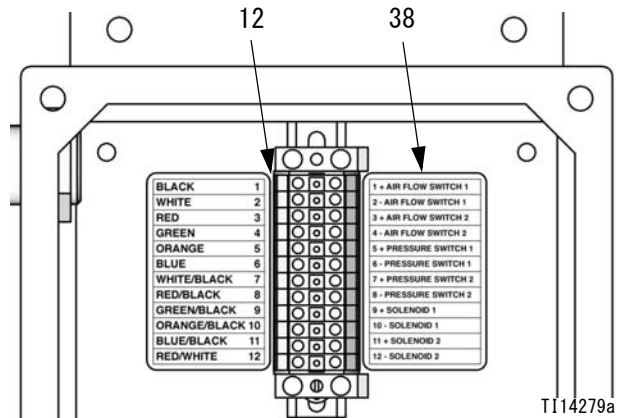

図5. 圧カスイッチを端子ストリップに接続して下さい
2. ラベル（38）に示されるように、PS # 1からのワイヤを端子ストリップ（12）ピン 5（+） & 6（-）の右側に接続して下さい。図5および表1を参照してください。
3. ラベル（38）に示されるように、PS # 2からのワイヤを端子ストリップ（12）ピン 7（+） & 8（-）の右側に接続して下さい。図5および表1を参照してください。